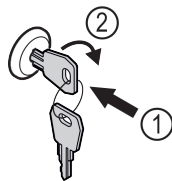

Fig. 131
- ▶ Włożyć kluczyk Fig. 131 (1).
- ▶ Przekręcić kluczyk o 90° w prawo Fig. 131 (2).